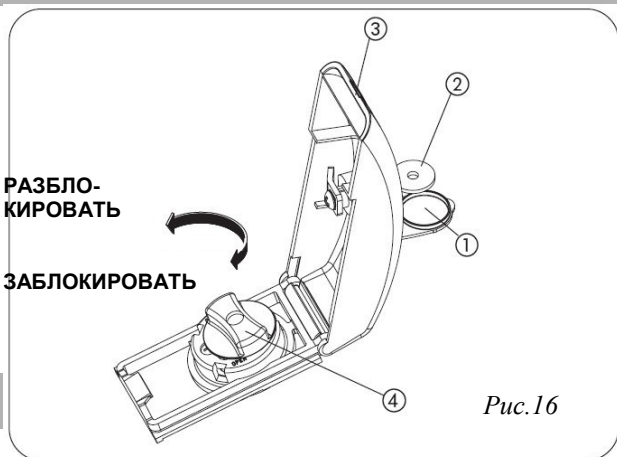

Рис.16
- Поднимите защитную планку (Рис.16 ①) и вставьте ключ (Рис.16 ②), поставляемый в комплекте;
- Поднимите крышку (Рис.16 ③)
- Поверните рукоятку механизма разблокировки против часовой стрелки приблизительно на 2 полных оборота (Рис.16 ④).
- Заблокируйте привод, повернув рукоятку механизма разблокировки по часовой стрелке до упора (Рис.16 ④).
- Закройте крышку и поверните ключ на 90° против часовой стрелки (Рис.16 ②).
- В заключении выньте ключ, закройте защитную планку (Рис.16 ①), подайте электропитание и проверьте работу системы.